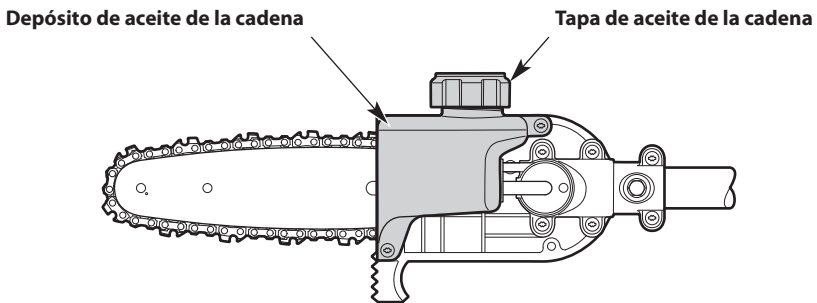

Fig. 14
1. **Coloque la unidad sobre una superficie plana y nivelada. Coloque la unidad con la tapa de aceite de la cadena mirando hacia arriba (Fig. 14).**
2. Asegúrese de que el depósito de aceite de la cadena esté lleno hasta la mitad como mínimo (Fig. 14). Si el nivel de aceite es demasiado bajo, agregue aceite para la barra y la cadena. Consulte *Llenado del depósito de aceite de la cadena*.
3. Desenrosque la tapa de aceite de la cadena (Fig. 14).